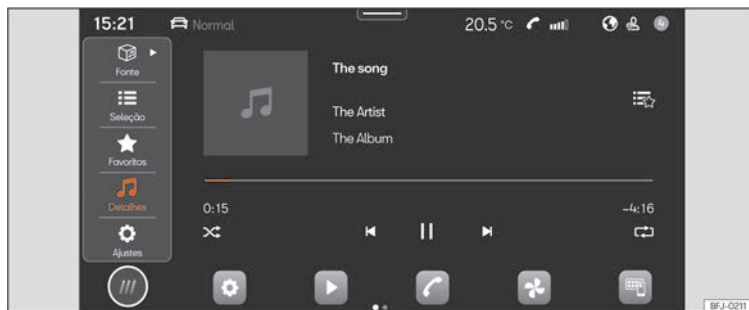

Fig. 142 Esquema: Vista Multimídia
- Pressione **HOME** > ► >>> Fig. 142.